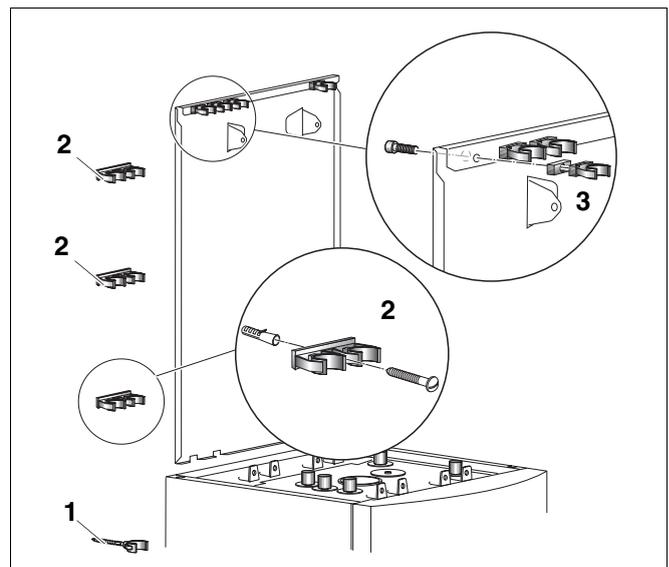

Bild 34 Positionen Schlauch- und Rohrhalter
- Rohrhalter (Bild 34, **Pos. 3**) mit Distanzstück an Rückwand mit Schraube anschrauben.
- Doppelschellen (Bild 34, **Pos. 2**) und Rohrhalter (Bild 34, **Pos. 1**) für Trichtersiphon mit Dübel und Schraube an die Wand schrauben.
- Rohrhalterung mit Distanzstück an Rückwand mit Schraube anschrauben (siehe Bild 34, Seite 26).